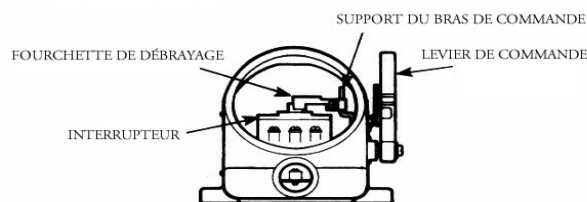

Figure 2
A. Pour retirer du boîtier l'interrupteur de circuit du moteur et la plaque de montage, desserrer la vis #10-32 x 7/8 po sur la fourchette de débrayage. Faire glisser la fourchette vers le haut sur le support du bras de commande puis la retirer. Noter la façon dont est montée la fourchette de débrayage, pour utilisation ultérieure. (Voir Figure 2.)